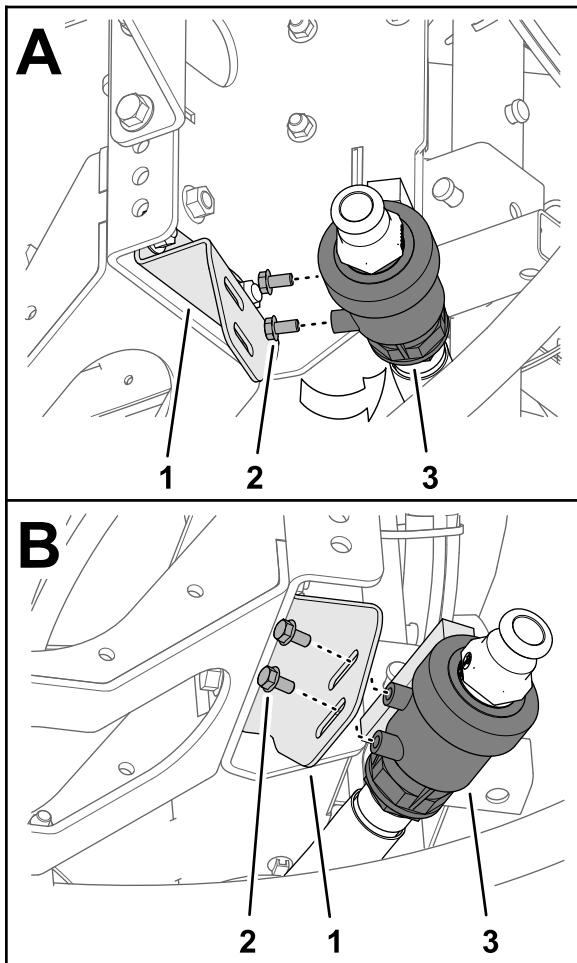

Figura 14
- 2. Desplace la válvula de vaciado y la manguera fuera del canal del patín (Figura 14).
3. Retire los 2 pernos con arandela prensada (5/16" x 5/8") de la carcasa de la válvula de vaciado (Figura 14).
4. Monte la válvula de vaciado en el soporte de la válvula (Figura 14 B) con los 2 pernos con arandela prensada (5/16" x 5/8") que retiró en el paso 3.
5. Apriete con la mano los 2 pernos con arandela prensada (Figura 14 B).